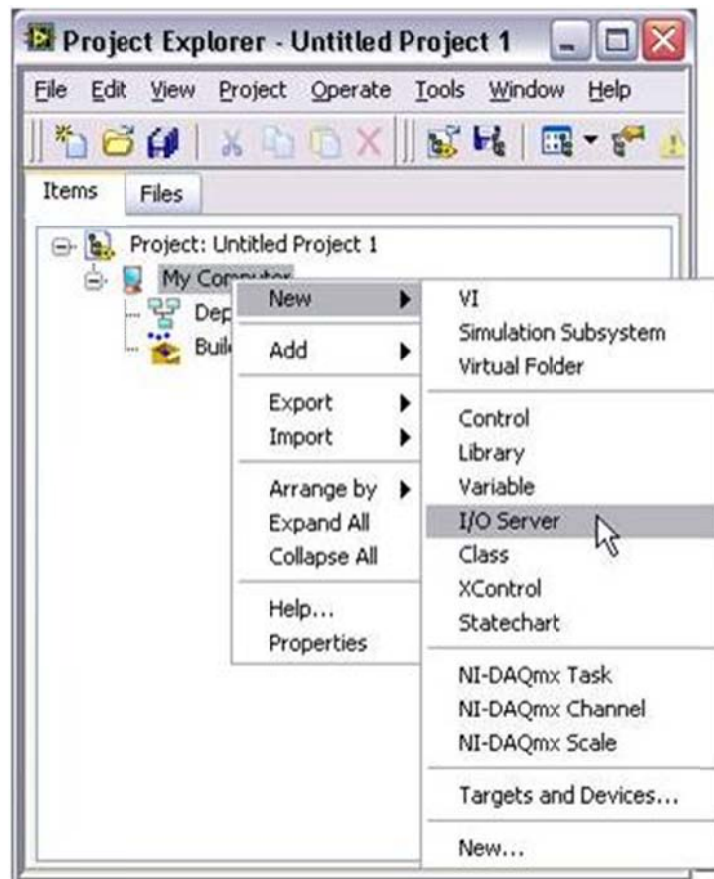

Figura 3. Creando un Nuevo Servidor I/O en LabVIEW Project.
2. En la ventana LabVIEW Project, haga clic derecho en **My Computer** y seleccione **New » I/O Server**, como se muestra en la figura 3: